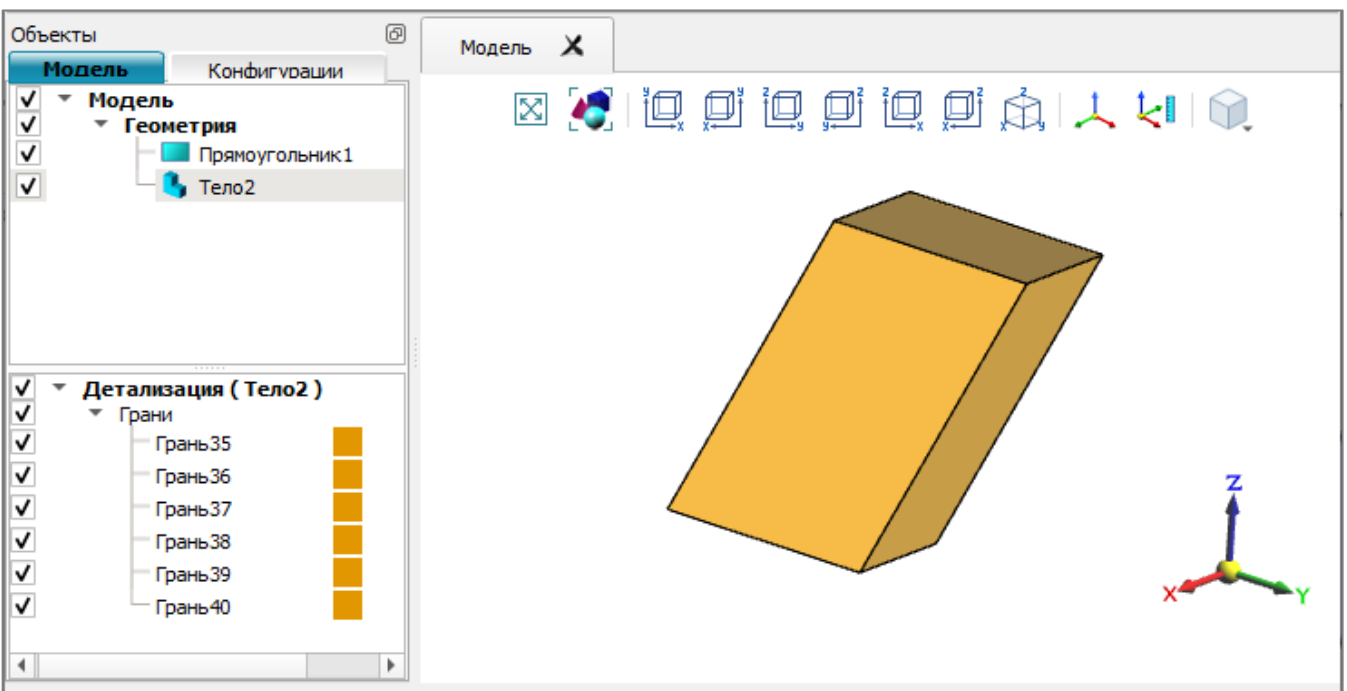

Рис. 18
3) нажать кнопку «Создать». В результате выполнения операции будет создан объект *Тело* (рис. 18).